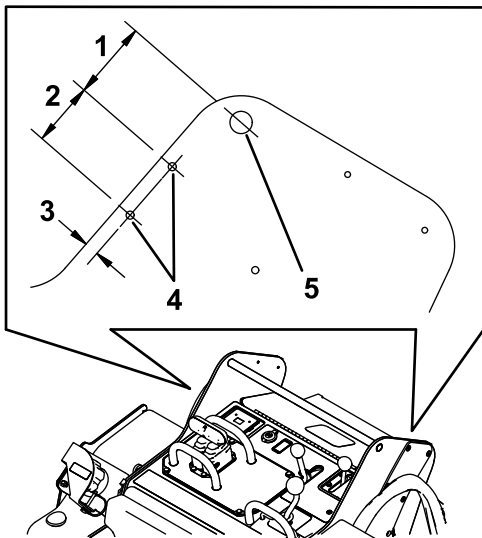

図 6
1. 図 6 のように、フレームのエッジから内側に向かって、シールドブラケット用の穴の場所にマーキングする。